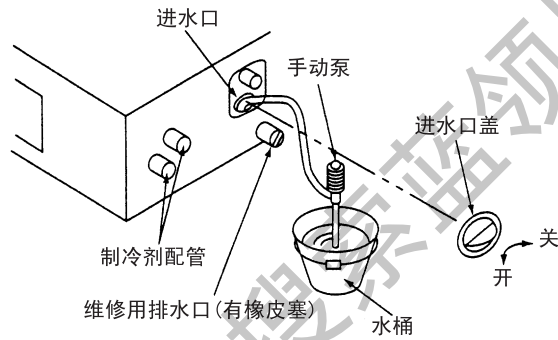

图 19
- 打开进水口盖，缓慢加入水约 1000cc，观察排水情况。（请参见图 19）